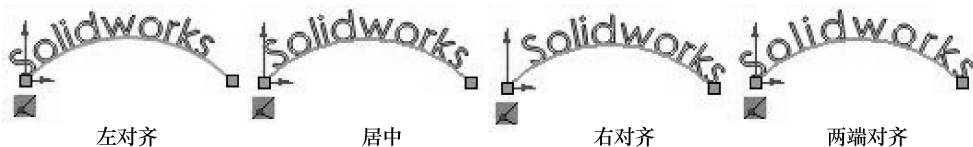

图 2-61 文字对齐方式
- 左对齐 、居中 、右对齐 、两端对齐 ：使文字沿参照对象左对齐、居中、右对齐、两端对齐，如图 2-61 所示。